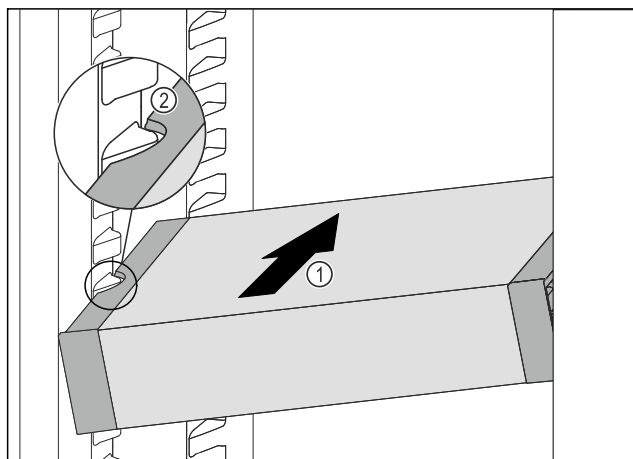

Fig. 207
- VarioSafe gurajte koso u hladnjak Fig. 207 (1) sve dok se bočni otvori Fig. 207 (2) ladice VarioSafe ne nađu na visini žlijeba spremnika u hladnjaku.